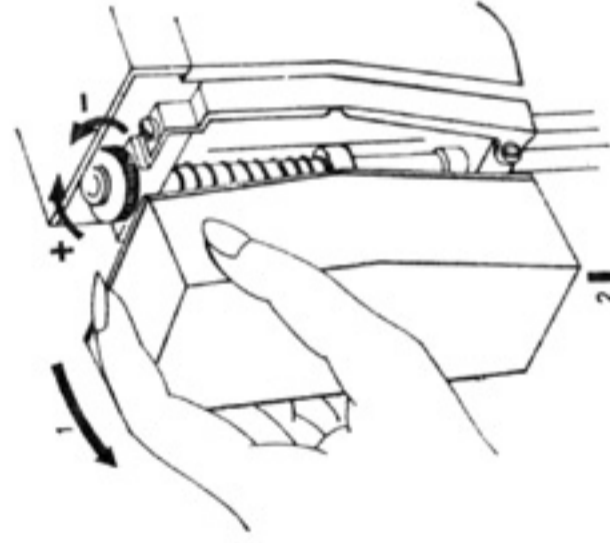

Рис. 22
18. Снятие фронтальной крышки и установка нажима лапки (рис. 22)
Для хорошего транспорта ткани нажим лапки регулируется в соответствии с рис. 22.